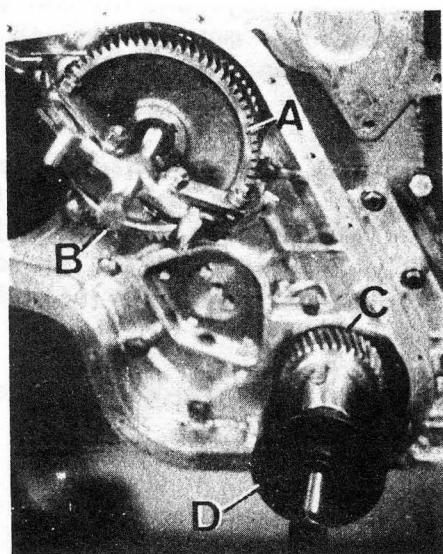

Fig. A3-68 Desmontaje de los engranajes de la distribución
- 1.9. Desmontar el tornillo que fija el engranaje, A (Fig. A3-68) del árbol de levas, y extraer dicho engranaje, por medio de un extractor universal, B.
- 1.10. Extraer el engranaje del cigüeñal, C (Fig. A3-68), por medio del extractor especial, D, habiendo retirado previamente, el deflector de aceite.